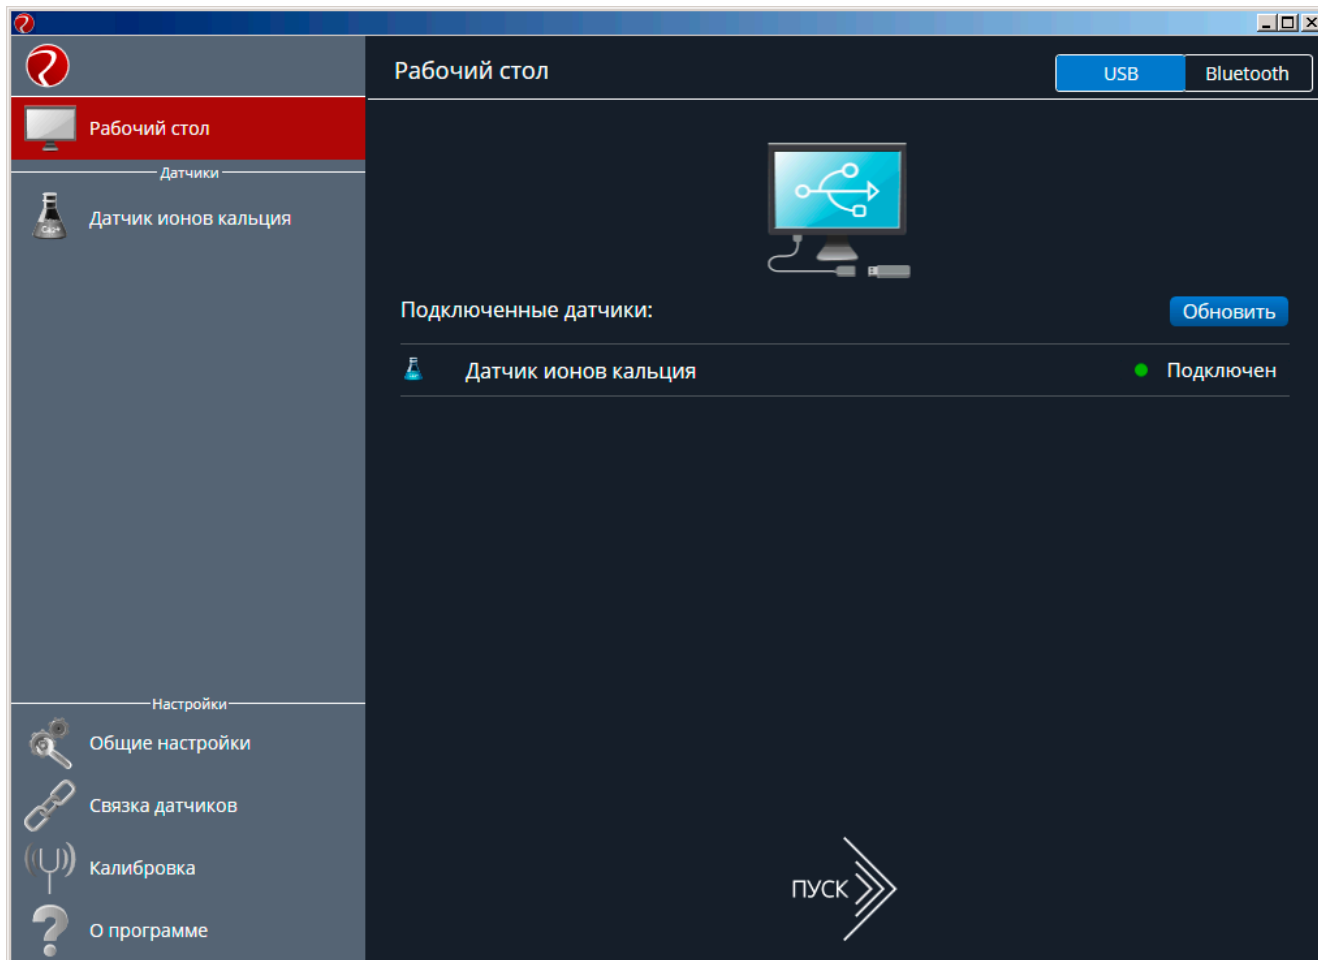

Рисунок 1 – Начальное окно работы Releon Lite 3.
- 2) Запустить программу Releon Lite 3. На первом экране программы должна отображаться информация об определении датчика ионов кальция (рис. 1).